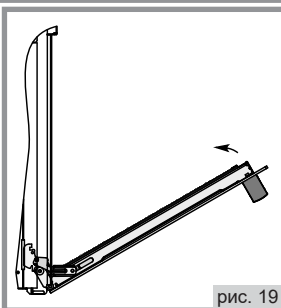

рис. 19
3. Прикрыть дверцу до упора, не прикладывая усилия, пока фиксатор не зафиксирует шарнир, см. рис. 19;